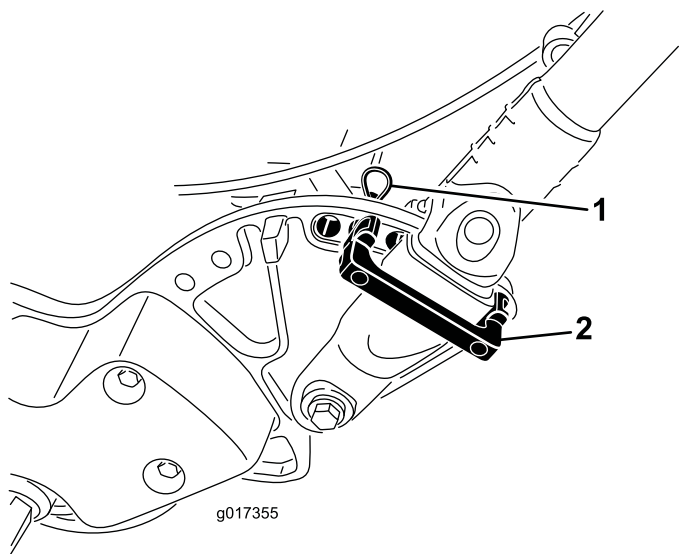

Figura 11
1. Sujete el manillar mientras retira las bridas que sujetan las abrazaderas a las chapas laterales (Figura 11).
2. Gire el manillar a la posición deseada, inserte un seguro de retención por encima de la abrazadera del manillar y a través de los taladros correspondientes de la chapa lateral (Figura 11).
3. Sujete la abrazadera con un pasador de horquilla (Figura 11).